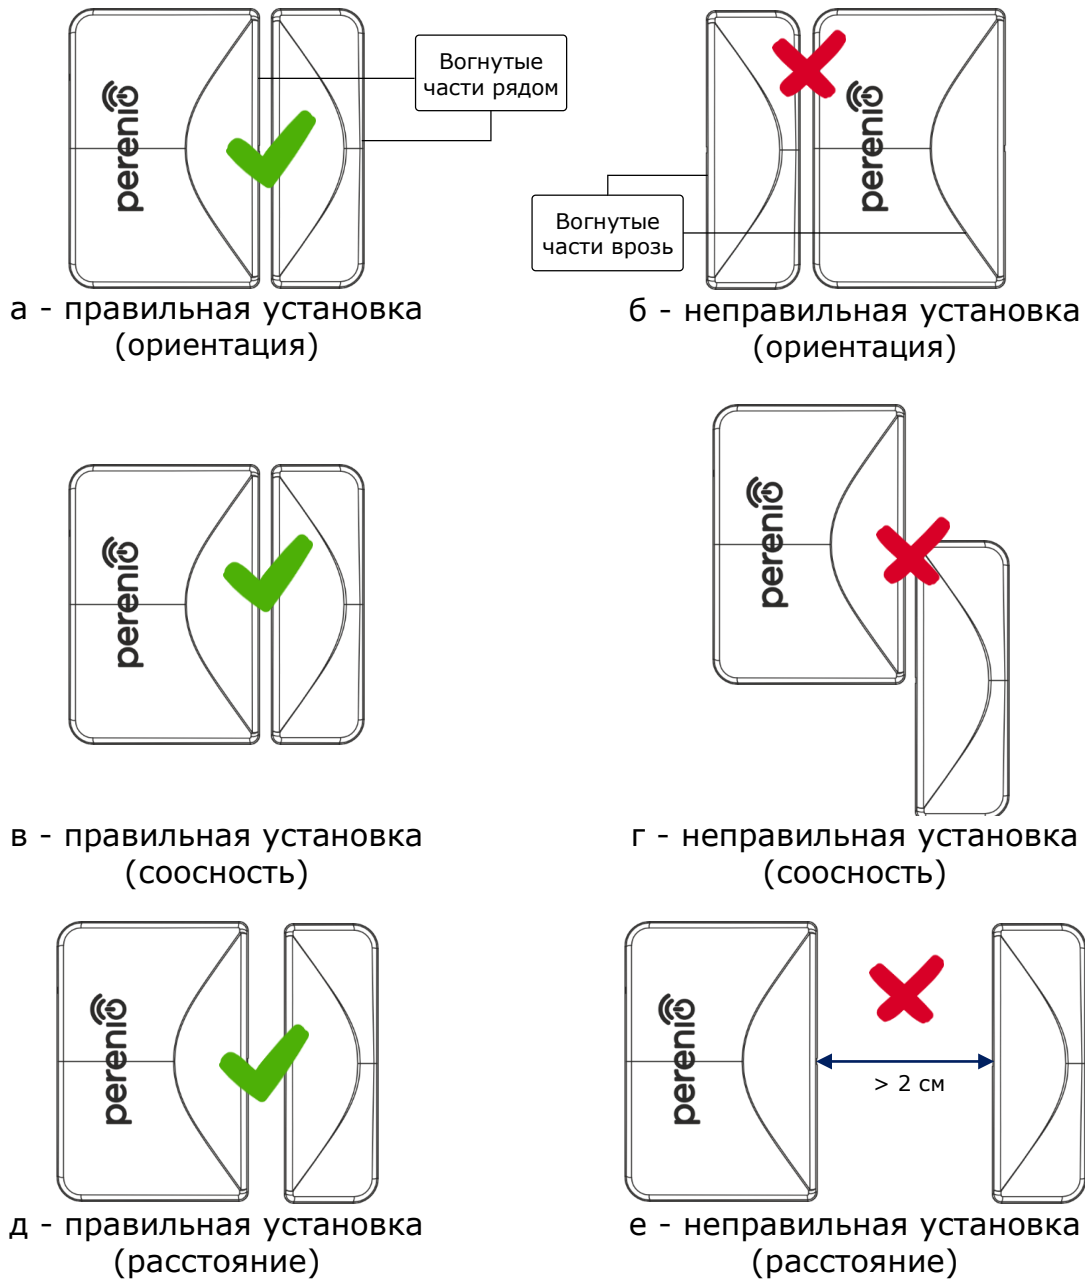

Рисунок 5: Правила установки датчика и магнита
- a. приклеить ленту 3М на съемную крышку датчика и прикрепить ее на дверное полотно или оконную раму (см. рис. 5-а). Можно также смонтировать датчик на дюбель.
Устанавливать датчик и магнит требуется таким образом, чтобы вогнутые части их корпусов находились рядом (см. рис. 5-а ниже)